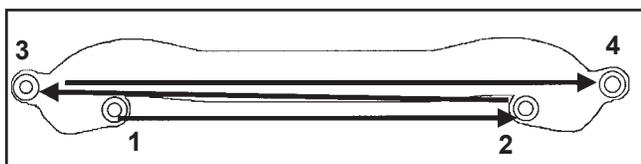

Figure 11-51. Séquence de couple du collecteur d'admission.
1. Monter le collecteur d'admission et les joints ou les joint toriques d'étanchéité (collecteur en plastique) neufs, avec le câblage attaché aux culasses des cylindres. Glisser les clips du câblage dans les boulons appropriés avant l'installation. Vérifier que les joints sont orientés correctement. Serrer les quatre vis en deux étapes ; avant à **7,4 N·m (66 pouces lb)**, et ensuite à **9,9 N·m (88 pouces lb)**, en suivant la séquence à la Figure 11-51.